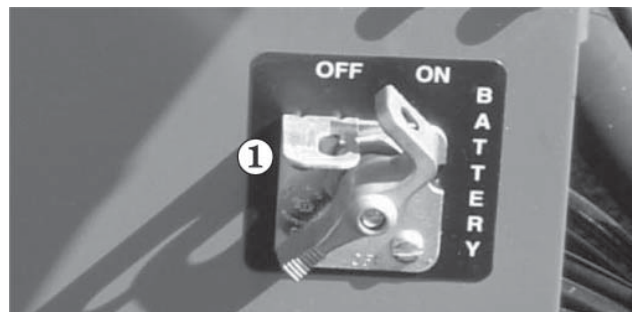

Abb. 8.15
1. Schalten Sie den **Batterieschalter 1** ein (siehe Abb. 8.15).